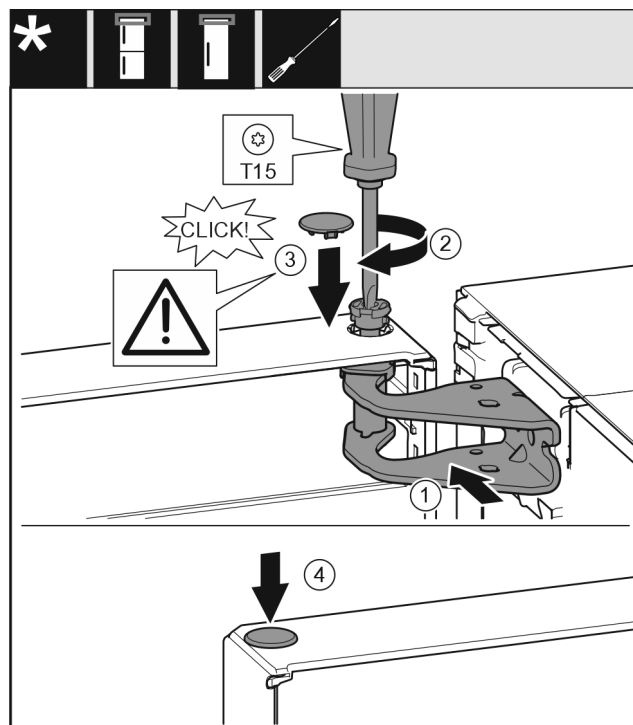

Fig. 19
- ▶ Dveře nahoře vyrovnejte s otvorem ve stojanu ložiska. Fig. 19 (1)
- ▶ Vložte čep a pevně jej utáhněte šroubovákem T15. Fig. 19 (2)
- ▶ K zajištění dveří namontujte bezpečnostní kryt: Bezpečnostní kryt nasadte a zkontrolujte, zda přiléhá na dveře. V opačném případě čep zcela zasuňte. Fig. 19 (3)
► Vložte zátku. Fig. 19 (4)